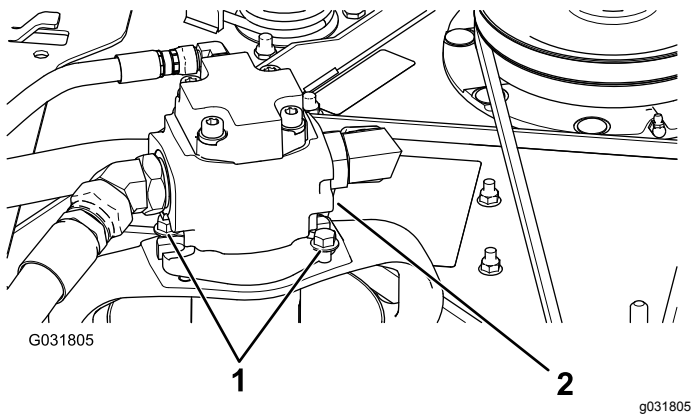

Bild 122
5. Entfernen Sie die Schrauben, mit denen der Hydraulikmotor am Mähwerk befestigt ist (Bild 122).
3. Entfernen Sie die Schrauben, mit denen der Hydraulikmotor am Mähwerk befestigt ist (**Bild 122**).